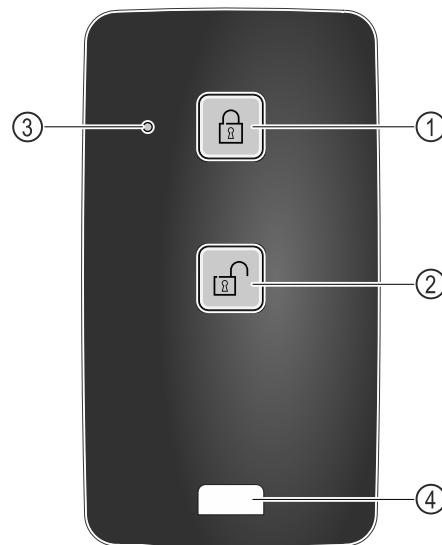

Fig. 222
- (1) Verrouiller la serrure
- (2) Déverrouiller la serrure
- (3) LED d'état
- (4) Œillet de fixation
- Appuyer sur la touche Fig. 222 (1) de la télécommande.
- Appuyer sur la touche Fig. 222 (2) de la télécommande.
- La LED d'état Fig. 222 (3) émet un signal visuel lorsqu'on appuie sur une touche.
- Œillet Fig. 222 (4) pour attacher la télécommande, par exemple à un trousseau de clés.